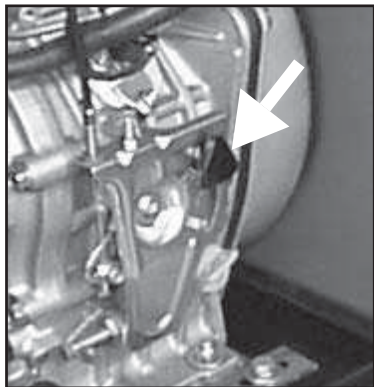

Fig. 7
2) Version Motor Yanmar: ställ gaskontrollen, som sitter på motorn (se fig. 7) i den högre positionen; vänta tills motorn är helt avstängd; ställ tillbaka nyckeln i läge "OFF".